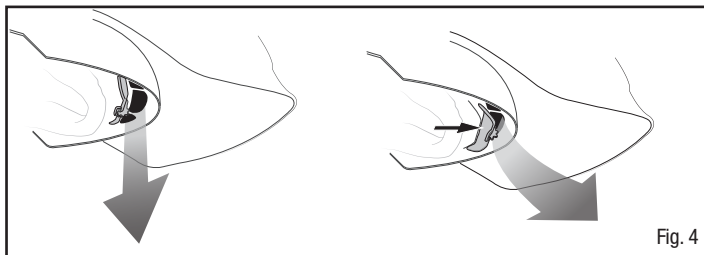

Fig. 4
6. Si es necesario, ajuste el flujo de aire dentro del casco para mayor comodidad. Para ajustar, levante el visor interior en la posición superior (abierto). Ubique el deflector de aire azul en el frente del casco y gire. La Fig. 4 muestra donde se ubica el deflector de aire y los pasos de flujo de aire. Hay dos posiciones. Ajuste totalmente abierto para mayor flujo de aire a través de la cara o parcialmente cerrado para redirigir una parte del aire hacia el visor interior. Después de ajustar el deflector de aire, baje la parte posterior del visor interior en la posición inferior (abajo).